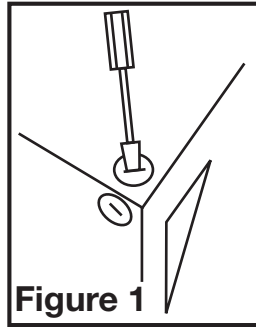

Figure 1
- Sélectionner l'alvéole défonçable la mieux appropriée et l'enlever à l'aide d'un tournevis à lame plate (Figure 1).